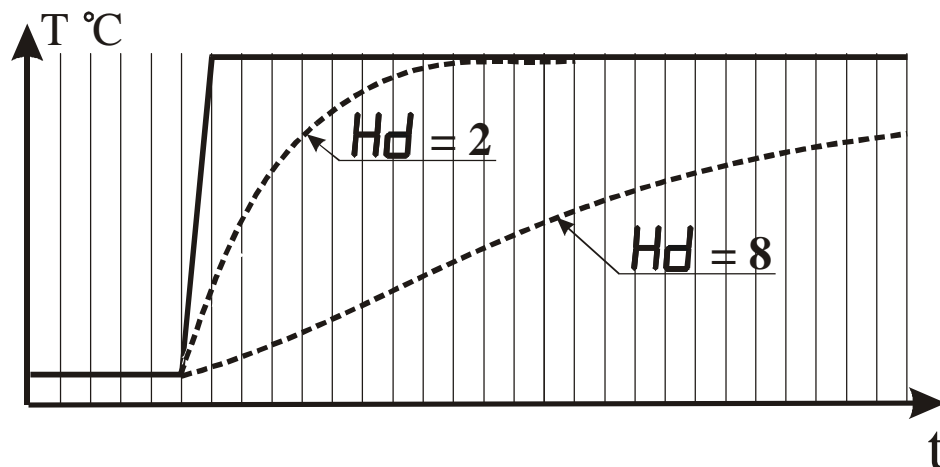

Рисунок 3.13 - Влияние параметра “Время усреднения” на показания прибора при различных значениях параметра  $Hd$
3.3.3.9 Параметр “Время усреднения” указывается в количестве периодов опроса входного датчика ( $N_{\text{опр.}}$ ). Этот параметр позволяет добиться более плавного изменения показаний прибора. Для этого производится вычисление среднего арифметического из последних ( $N_{\text{опр.}}$ ) измерений. При значении параметра равном 0 интегратор выключен. Уменьшение значения времени усреднения приводит к более быстрой реакции прибора на скачкообразные изменения измеряемого параметра, но снижает помехозащищенность прибора (см. рисунок 3.13).